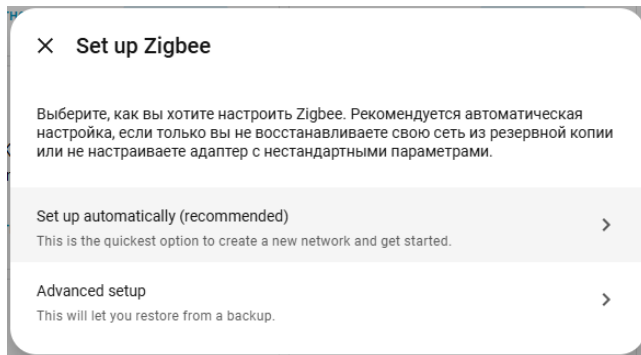

Рис. 3.19. Окно выбора режима установки
8. Ожидаем. Нажимаем “Set up automatically” (рис. 3.19).